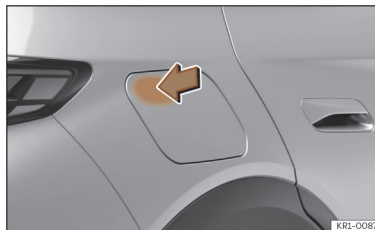

Abb. 57 Öffnung der Batterieladeklappe
- Drücken Sie auf den Pfeilbereich der Batterieklappe, um sie zu öffnen >>> (Abb. 57).